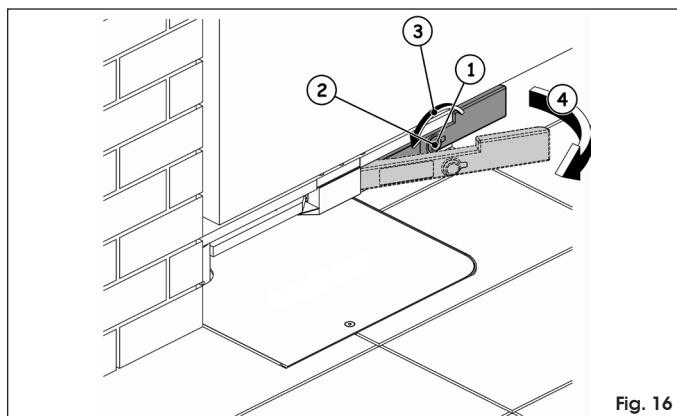

Fig. 16
Éste se encuentra montado en la barra de sustentación de la cancela (Fig. 16 ref. ⑥) y permite desbloquear el sistema desde dentro o desde fuera de la propiedad.
- Quitar el tapón de protección de la cerradura (Fig. 16 ref. ①).
- Introducir la llave de desbloqueo en la cerradura (Fig. 16 ref. ②).
- Girar la llave en la dirección de la columna hasta el tope (Fig. 16 ref. ③).
- Tirar de la palanca (Fig. 16 ref. ④).